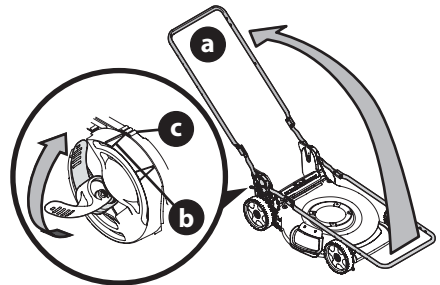

Figure 13
5. Assurez-vous que la tondeuse est stable, puis relevez la partie supérieure (a). Voir Figure 13. Veillez à ne pas pincer le câble de commande de la lame ou le câble d'entraînement lorsque vous relevez le guidon.
6. Lorsque vous relevez la partie supérieure du guidon, assurez-vous que l'indicateur (b) est aligné avec une des trois positions (c). Voir Figure 13.
7. Relevez les deux loquets pour les verrouiller. Voir Figure 13.